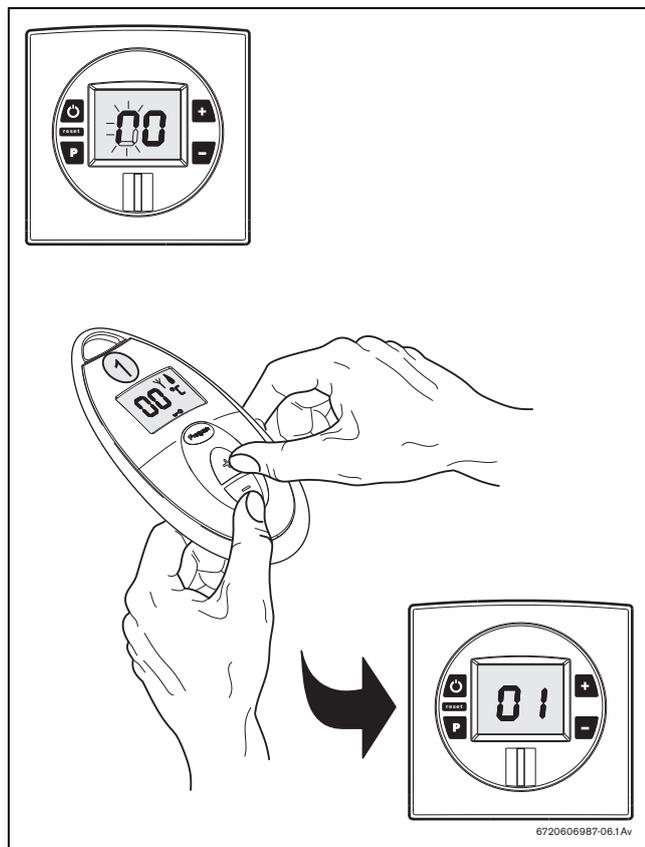

Fig. 29 Activer la télécommande
- Diriger la télécommande vers l'appareil et, en même temps, appuyer sur les boutons  et  se trouvant sur la télécommande (Fig. 29).
- ▶ Si l'eau chaude ne coule pas, appuyez et tenez le "☺" et "☹" ou les touches du dispositif (télécommande ou chauffe-eau) fermés pendant 5 secondes jusqu'à ce que le symbole " → " (Fig. 29, Pos. 6) disparaisse.